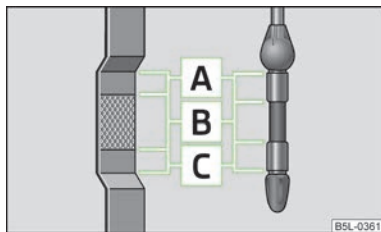

Fig. 100
Joja indică nivelul uleiului » fig. 100.
- Nivelul uleiului nu trebuie să fie în nici un caz, deasupra zonei **A** » fig. 100. Pericol de deteriorare a instalației de evacuare a gazelor arse!